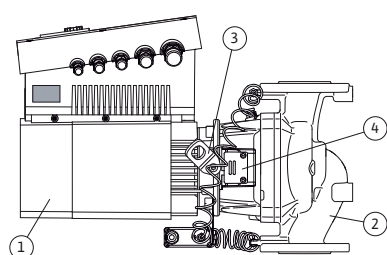

fig. 9: Pompa completa
La caratteristica specifica della serie Stratos GIGA è rappresentata dal mantello di raffreddamento del motore. La corrente d'aria viene convogliata in modo ottimale attraverso la presa d'aria del ventilatore (fig. 9, pos. 1) per il raffreddamento del motore e del modulo elettronico.
(Fig. 9, pos. 2) mostra il corpo pompa con una guida apposita della lanterna per lo scarico del girante.
Gli occhioni di trasporto (fig. 9, pos. 3) devono essere utilizzati come indicato nei cap. 3 e 10.
La finestra coperta dalla lamiera di protezione (fig. 9, pos. 4) nella lanterna viene utilizzata per le operazioni di manutenzione come descritto nel capitolo 10 "Manutenzione" a pagina 101. La finestra può essere utilizzata anche per il controllo delle perdite seguendo le disposizioni di sicurezza del capitolo 9 "Messa in servizio" a pagina 98 e del capitolo 10 "Manutenzione" a pagina 101.